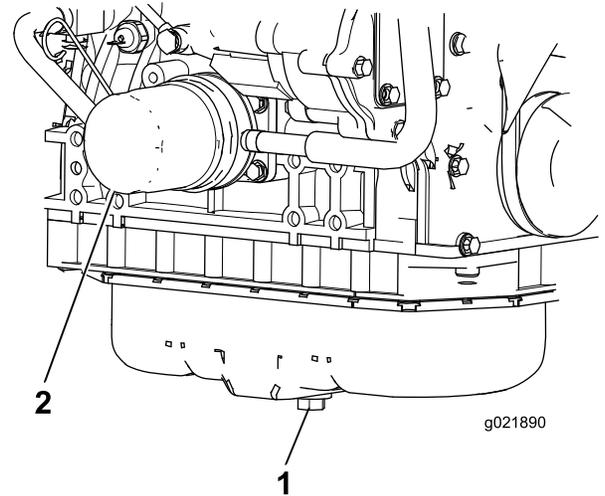

Bild 86
1. Entfernen Sie die Ablassschraube und lassen Sie das Öl in die Auffangwanne ab (Bild 86).
3. Entfernen Sie den Ölfilter (Bild 86).